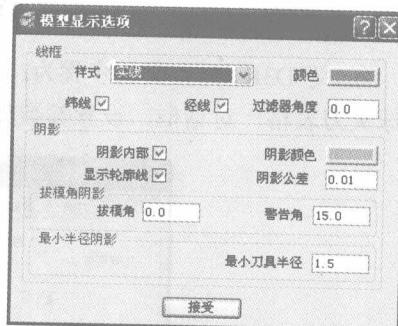

图 1-28 “模型显示选项”对话框
4) 单击视图查看工具栏中的“最小半径阴影”按钮 \heartsuit ,接着单击下拉菜单“显示” \rightarrow “模型”命令,弹出如图 1-28 所示“模型显示选项”对话框,将“最小刀具半径”值依次设置为 3.0、2.0、1.5。我们发现,只有设置为 1.5 的时候,整个模型的圆角位置显示为绿色,这就表示此模型最小可用到 $\phi 3$ 的球头刀。